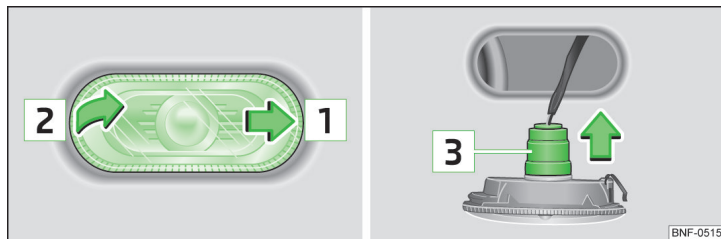

Fig. 132 Venstre side af bilen op: Udskiftning pære vip blinklygten
- Skub sideblinklygten i pilens retning **1** » Fig. 132 (spejlvendt på højre side af bilen).